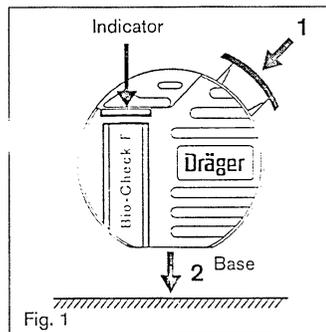

Fig. 1
- Den weißen Indikator (Abb. 1) nicht berühren, nicht verschmutzen oder nass werden lassen
- Direkt im Anschluss Bio-Check F aktivieren (Abb. 1): Bio-Check F aufrecht in der Hand halten (Standfläche nach unten).
- 2 Sollte sich der Indikator nicht befeuchten, Bio-Check F mit der Standfläche (Abb. 1) auf einen festen Untergrund aufstoßen. Indikator beobachten. Nach 10 bis 15 Sekunden ist der Indikator befeuchtet und damit messbereit.
- The white indicator (Fig.1) must not be touched, contaminated or get wet.
- Subsequently activate Bio-Check F (Fig. 1): Hold Bio-Check F upright in the hand (base downwards)
- 2 Should the indicator not be moistened, knock the base of the Bio-Check F onto a firm surface (Fig.1). Observe the indicator. After 10 to 15 seconds, the indicator will be moist and thus ready for measurement.